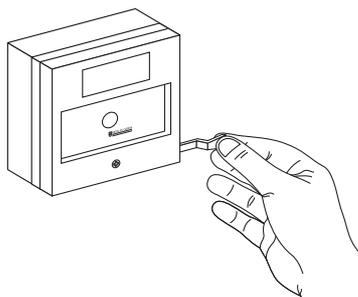

fig. 8
■ sollicitez un déclencheur manuel avec la clé d'essai (figure 8)
■ retirez la clé d'essai (figure 8)